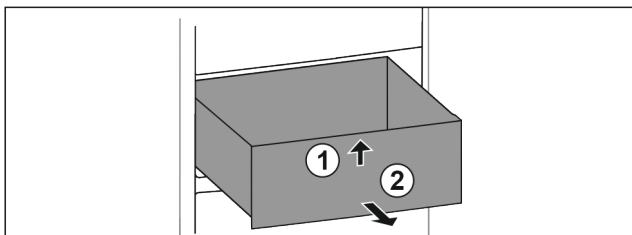

Fig. 26
- ▶ Приподнимите выдвигной ящик спереди. Fig. 26 (1)
- ▶ Извлеките выдвигной ящик движением вперед. Fig. 26 (2)